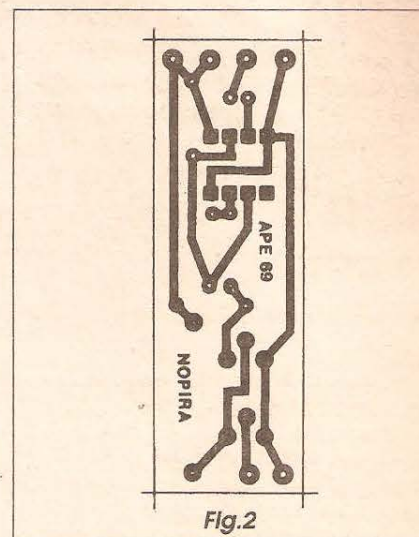

Fig. 2
- FIG. 2 - LAY OUT DO CIRCUITO IMPRESSO ESPECÍFICO - Pequeno e estreito, o *lay out* do padrão cobreado do impresso (cujas ilhas e pistas cobreadas são vistas, na figura, em tamanho natural...) foi propositalmente *expremido* ao máximo, de modo a facilitar a sua instalação dentro da pistola (seja ela totalmente feita pelo hobbysta, seja improvisada a partir de um brinquedo já existente...). Pela pequena quantidade de componentes, reduzidas dimensões gerais, poucas ilhas e trilhas, o impresso é de fácil confecção, bastando que o leitor/hobbysta execute cada uma das